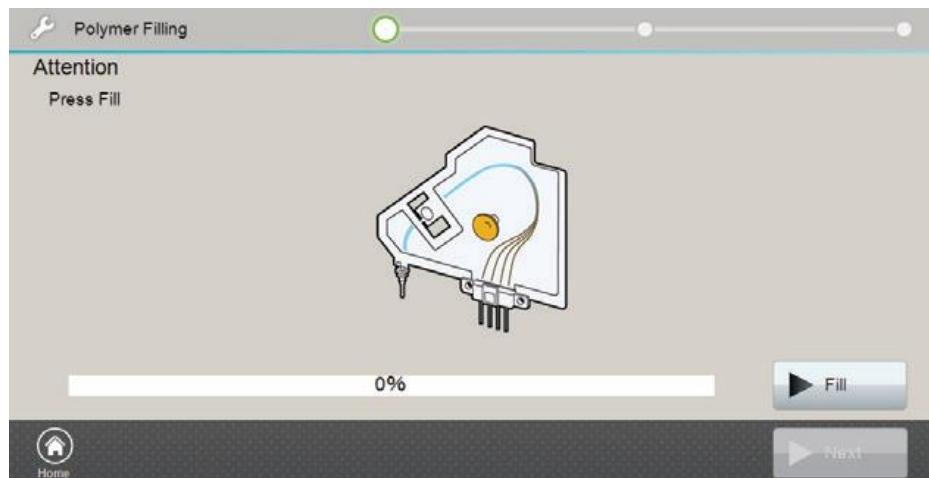

図 39 Polymer Filling 画面
2. フッターの **Uninstall** を選択し、ウィザードを開始すると、Polymer Filling 画面（図 39）が表示されます。
5. Polymer Filling 画面（図 39）の **Fill** のボタンを押して、キャピラリーカートリッジにポリマーを充填してください。ポリマーの充填中は、ステータスインジケーターが緑に点滅します。充填が完了すると緑の点灯に戻り、それと同時に Polymer Filling の画面の右下にある **Next** のボタンが有効になるので、**Next** のボタンを押してください。